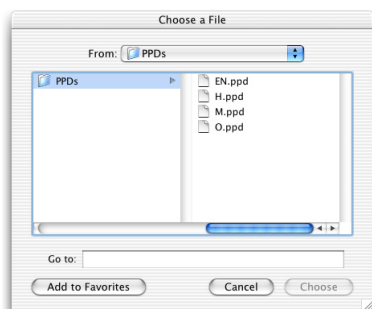

Рис. 3. Выбор файла PPD
7. В раскрывающемся списке моделей принтеров выберите **ONYX Graphics**, затем выберите модель, соответствующую устанавливаемому принтеру. Если в списке моделей принтера нет ни **ONYX Graphics**, ни названия нужной модели принтера, выберите **Other**. Найдите файлы PPD в папке RIP-Queue Mac PPD (или на жестком диске компьютера Mac, если вы скопировали туда файлы PPD), затем выберите подходящий для принтера файл PPD (см. рис. 3).